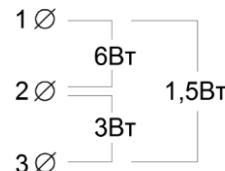

Рисунок 2. Схема подключения
4.6.1. Подключение производится посредством винтового трехконтактного клеммного блока, расположенного на задней стенке оповещателей. Подключение оповещателя произвести согласно маркировке 1,5Вт = 1 + 3; 3Вт = 2 + 3 (указана на этикетке над клеммной колодкой). Для подключения оповещателя в режиме максимальной мощности 6Вт = 1 + 2 Смотрите рисунок 2.